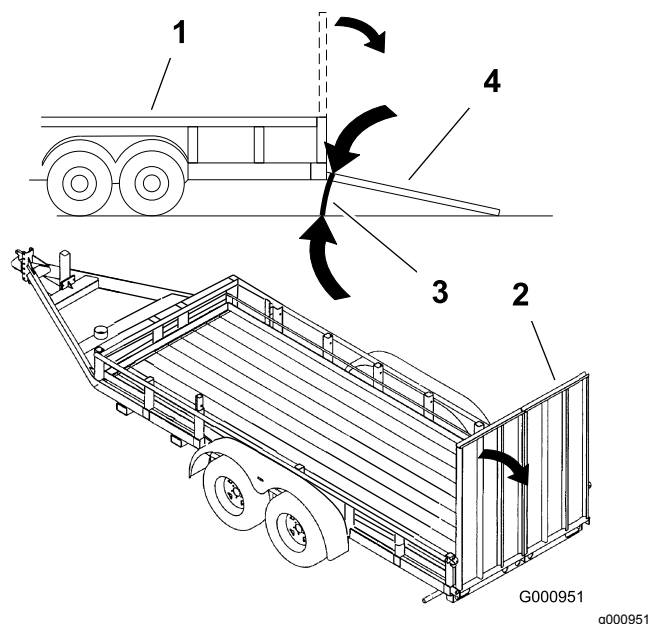

Figura 28
- Utilice una sola rampa lo suficientemente ancha como para sobresalir a cada lado de las ruedas traseras, en lugar de rampas individuales para cada lado de la máquina (Figura 28). Cuando está bajada y bloqueada, la plataforma debe extenderse hacia atrás entre las ruedas traseras, y sirve de tope para evitar vuelcos hacia atrás. Una rampa ancha proporciona una superficie de apoyo para la plataforma si la máquina empieza a volcarse hacia atrás. Con la plataforma elevada, queda sitio para desplazarse detrás de la máquina en una rampa ancha.
- La rampa debe tener una longitud suficiente, de manera que el ángulo no supere los 15 grados (Figura 28). Un ángulo mayor puede hacer que los componentes de los taladros se atasquen cuando la máquina se desplaza desde la rampa hasta el remolque o camión. Un ángulo mayor puede hacer también que la máquina vuelque hacia atrás. Si se carga en o cerca de una pendiente, coloque el remolque o el camión de tal forma que esté pendiente abajo, con la rampa extendida